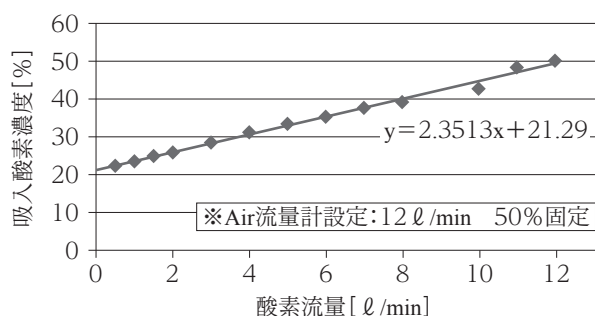

図6 測定結果①酸素濃度 EZW Air-O2
50.2%まで、1 ℓ/minあたり2～3%ずつ測定値が上昇した(図6)。